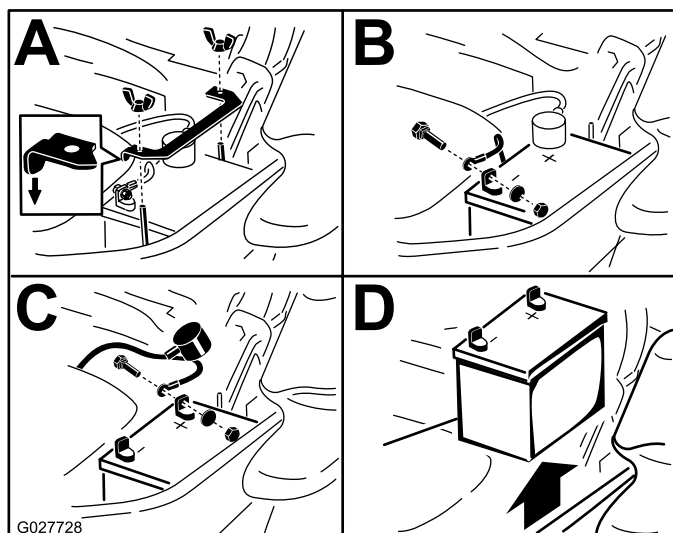

Figure 55
3. Commencez par débrancher le câble négatif (noir) de la borne négative (-) (noire) de la batterie (Figure 55).
4. Enlevez le capuchon rouge de la borne positive (rouge) de la batterie et débranchez le câble positif (+)(rouge) (Figure 55).
5. Retirez l'écrou à oreilles qui fixe la barrette de maintien de la batterie (Figure 55).
6. Déposez la barrette de maintien (Figure 55).
1. Placez la batterie dans son support en tournant les bornes à l'opposé du réservoir hydraulique (Figure 55).
4. Fixez les câbles avec 2 boulons, 2 rondelles et 2 contre-écrous (Figure 55).
6. Reposez la barrette de maintien et fixez-la avec l'écrou à oreilles (Figure 55).